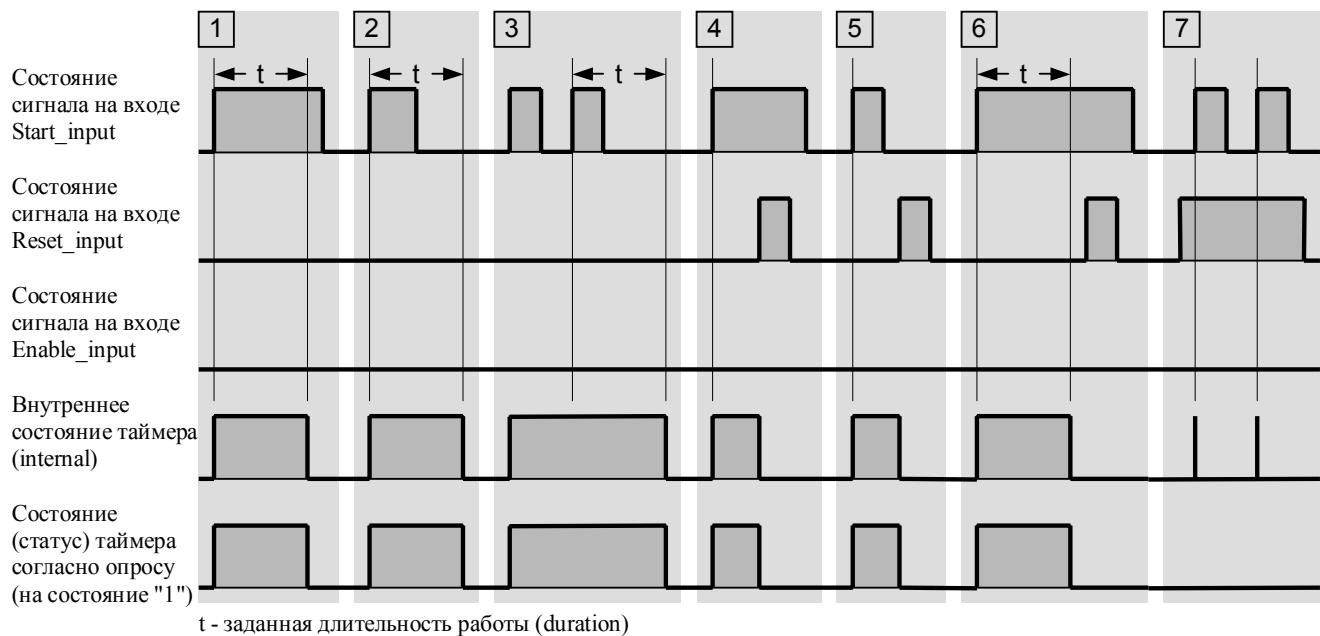

Рис. 7.5 Отклик таймера в режиме "расширенного импульса" (Extended pulse timer) на сигналы запуска и сброса
Показанное на рис. 7.5 поведение таймера будет соответствовать действительности, если Вы будете придерживаться рекомендованной выше последовательности операторов для STL (сначала запуск, затем сброс, затем опрос таймера). Обычно операция разблокирования (Enabling a timer) не требуется для работы таймера в программе STL, и для программы на SCL она также не является необходимой.
Операция сброса таймера с режимом "расширенного импульса" (Extended pulse timer) имеет статический эффект и имеет приоритет перед запуском таймера (см. рис. 7.5).
- 7** Если сигнал на входе Start_input изменяет свое состояние с "0" на "1" (присутствует положительный фронт сигнала), в то время, как на входе Reset_input присутствует состояние "1", то таймер запускается, но последующая инструкция сброса немедленно его сбрасывает (на рис. 7.5 это показано жирной вертикальной чертой). Если проверки (опросы) таймера на состояние "1" (timer status) следуют по времени после сброса таймера, то короткое время работы таймера после его запуска не скажется на результатах проверки - результат проверки будет равен "0".